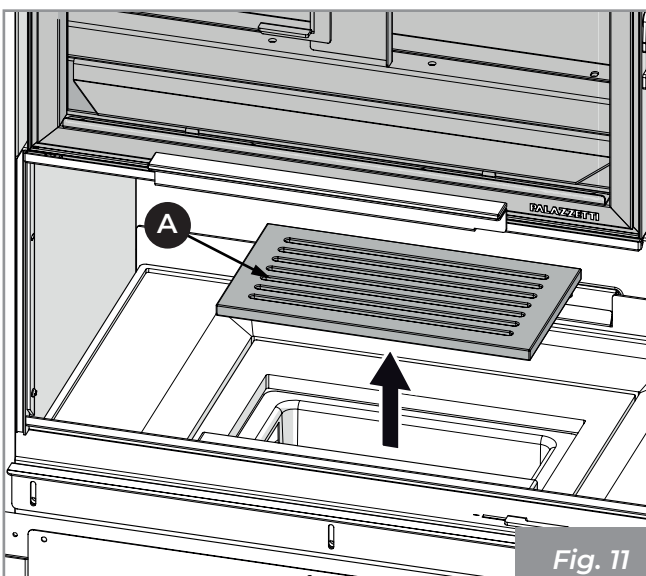

Fig. 11
- 1) Assicurarsi che la griglia (A) (Fig. 11) sia libera da eventuali residui di combustione che possano ostruire il libero passaggio d'aria. Rimuoverla ed effettuare la pulizia del focolare utilizzando una scopetta (non in dotazione) facendo convogliare i residui della combustione nel cassetto cenere. Fare attenzione ad eventuali braci ardenti.